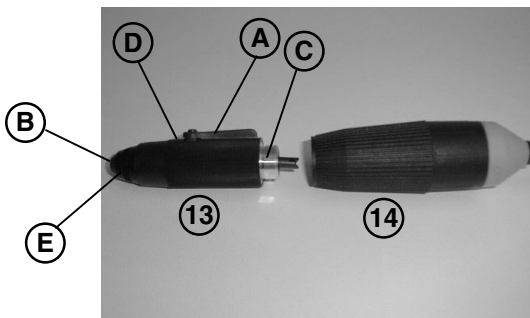
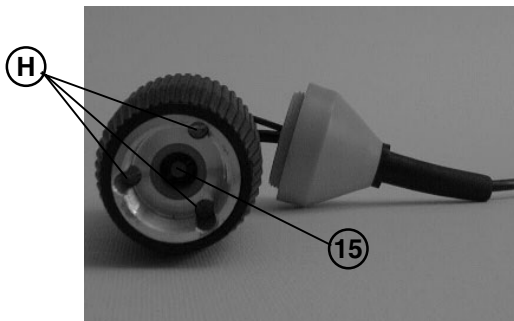

Fig. 3
Fig. 5
- non utilizzare l'apparecchio senza aver prima collegato il pedale (2) al connettore (3) posizionato sul retro dell'apparecchio (solo modelli da tavolo);
- non introdurre olio nel manipolo dal lato pinzetta (particolare B visibile in fig. 3);
La prima operazione da effettuare, per sicurezza a macchina isolata elettricamente, è l'inserimento dell'utensile con il quale si intende lavorare nel manipolo. Questo avviene dapprima girando la levetta (A - Fig. 3) di
- soffiare aria compressa attraverso la pinzetta nel punto (B) preferibilmente con la pinzetta aperta (cioè ruotando di 90° la levetta A); (Vedi Fig. 3)
- lubrificare una volta al mese il manipolo, togliendo esclusivamente la vite (D) e facendo cadere una goccia d'olio nel foro filettato. Non introdurre assolutamente olio attraverso la pinzetta (punto B di Fig. 3).
Facendo riferimento alla Fig. 3:
Quando si sostituisce il manipolo (13) avvitandolo sul micromotore (14), abbiate cura che le alette di innesto dell'albero (C) del manipolo (vedi fig. 3) entrino nelle loro sedi senza forzare, altrimenti si potrebbe rompere o rovinare il giunto sul motore (15 di Fig. 5).
- svitare le tre viti indicate in (H) visibili in fig. 5;